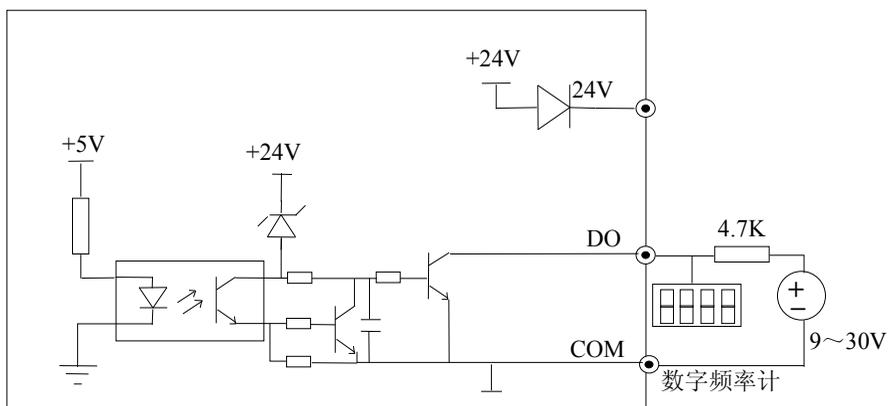

图 2-21 多功能输出端子数字脉冲输出连接方式2
4) 多功能输出端子DO作为数字脉冲频率输出时也可使用外部电源, 9~30V, 接线方式请参见图2-21